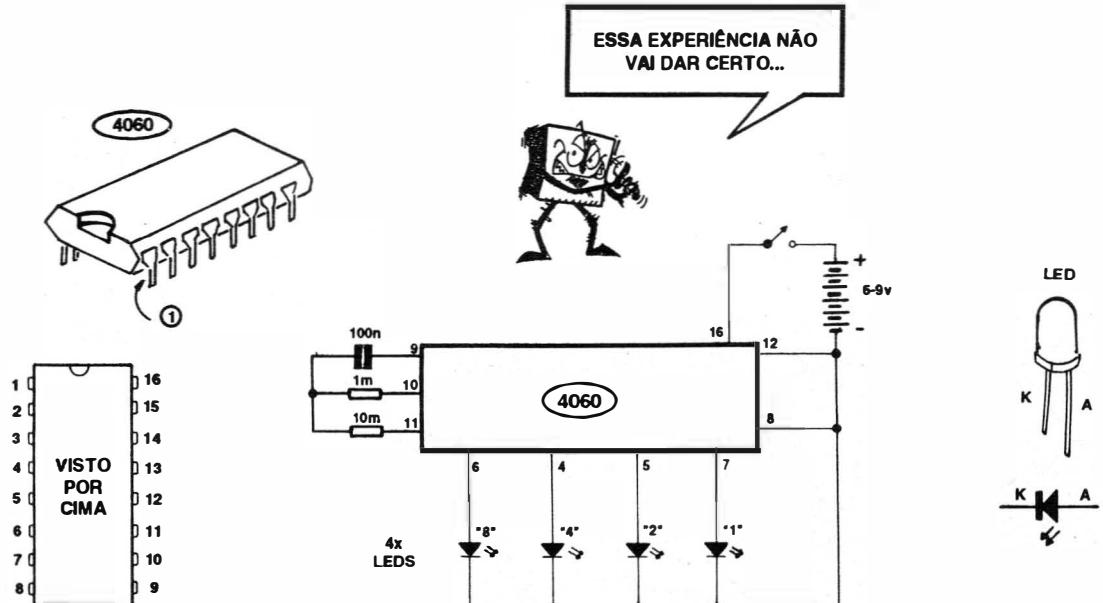

FIG. 1
- FIG. 1 - ESQUEMA DO CIRCUITO EXPERIMENTAL - Juntamente com dados “pessoais” (aparência, pinagem, símbolo, etc.) dos principais componentes (Integrado e LEDs), o “esquema” do
- FIG. 3 - TRANSFORMANDO O CONTADOR BINÁRIO NUM GOSTOSO JOGUINHO - Nasua velocidade básica (dependendo dos valores dos componentes externos, resistores de 1M e 10M, e capacitor de 100n - ver fig. 1), o sequenciamento da contagem é “observável” e “acompanhável” a olho nú, já que os incrementos se dão com intervalos maiores do que 1 segundo... No entanto, simplesmente “acelerando” consideravelmente a velocidade do **CLOCK**, é possível transformar o circuito num interessante joguinho digital, verdadeiro DADO (sorteador de números), logicamente com seus resultados diretamente em BINÁRIO! Para tanto, as únicas providências extras, “em cima” do circuito básico, são as mostradas com a indicação de “MODIFICAR”, na figura: substituir o capacitor original (de 100n) por um de 1n (com o que a Frequência de